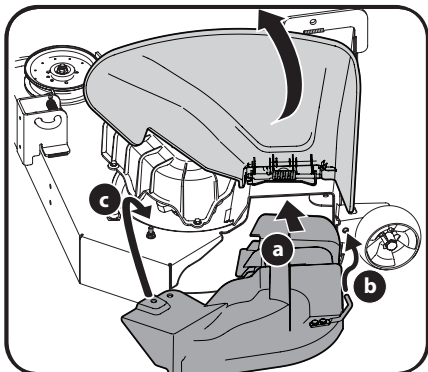

Fig. 4
2. Pour installer le bouchon de déchiquetage, relevez le déflecteur d'éjection. Voir Fig. 4. Insérez le bouchon de déchiquetage dans l'ouverture du déflecteur d'éjection.